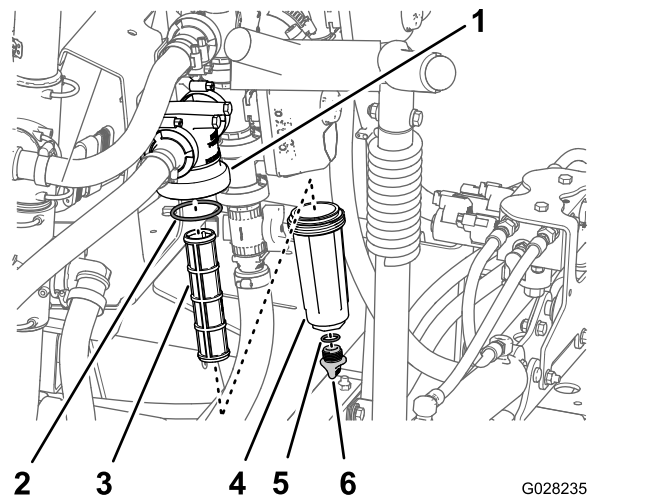

Figure 109
2. Placez un bac de vidange sous le filtre de pression (Figure 109).
3. Tournez le bouchon de vidange dans le sens antihoraire et déposez-le de la cuvette du filtre de pression (Figure 109).
4. Tournez la cuvette dans le sens antihoraire et déposez-la de la tête du filtre (Figure 109).
5. Retirez l'élément du filtre de pression usagé (Figure 109).
6. Contrôlez l'état et l'usure du joint torique du bouchon de vidange (à l'intérieur de la cuvette) et du joint torique de la cuvette (à l'intérieur de la tête du filtre) (Figure 109).
7. Montez le nouvel élément filtrant dans la tête du filtre de pression (Figure 109).
8. Vissez la cuvette sur la tête du filtre et serrez-la à la main (Figure 109).
9. Vissez le bouchon sur la cuvette à la main (Figure 109).